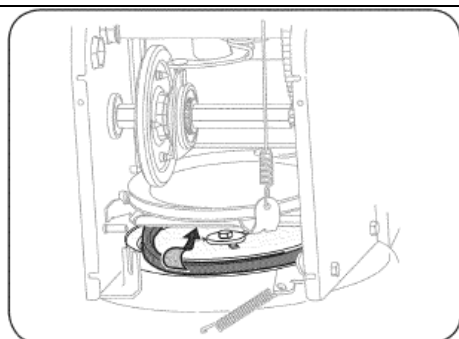

Рис. 31
7. Снимите ремень со шкива шнека и пропустите его между опорным кронштейном и шкивом шнека (См. Рис. 31).